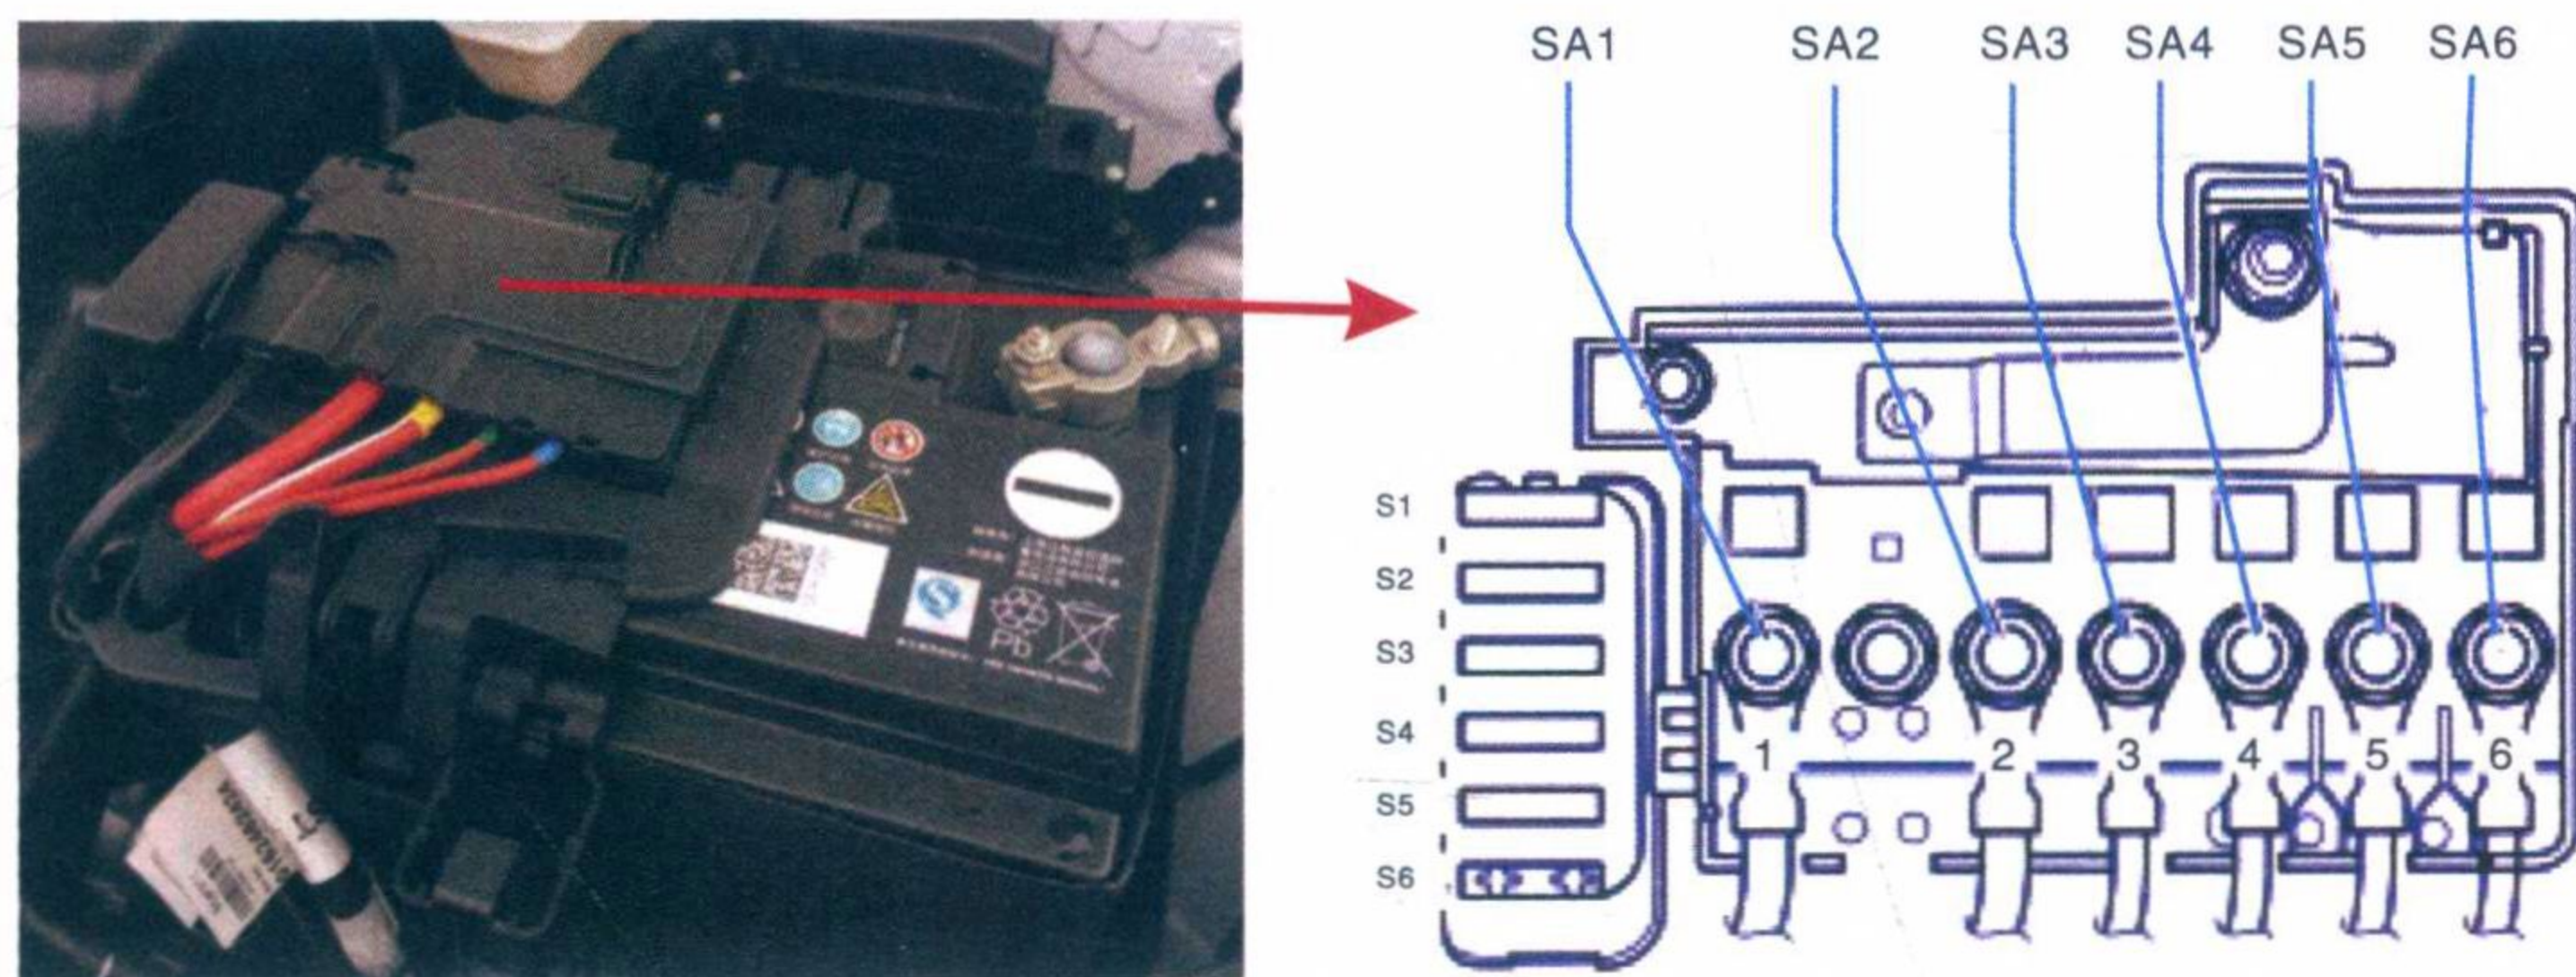

图 1-3 大众 POLO 大电流配电箱
2) 在汽车上, 通常通过配电箱来分配电力。大电流配电箱安装有大电流熔丝, 通常位于发动机舱盖下的蓄电池附近, 如图 1-3 所示。依据不同的制造商, 小电流熔断器通常设置在车辆各处的熔丝盒内。两者皆用来固定熔断器, 并为各个电路提供电力。